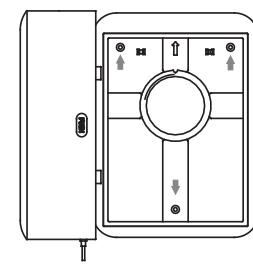

Рис. 5
- Закрепите прибор на стене с помощью 3 шурупов, используя отверстия, отмеченные на Рис. 5 стрелочками. Поочерёдно подтягивайте винты, пока прибор не будет плотно прилегать к стене. Не прилагайте чрезмерных усилий во избежание повреждений прибора.